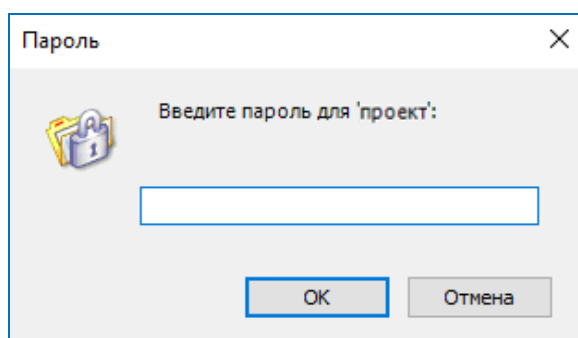

Рисунок 258 – Диалоговое окно ввода пароля при последующем перезапуске проекта
5. Сохраните проект (**Файл (File)** ⇒ **Сохранить (Save)**). Теперь при каждой последующей попытке запустить проект, на экране будет всплывать диалоговое окно с требованием ввести пароль (Рисунок 258).